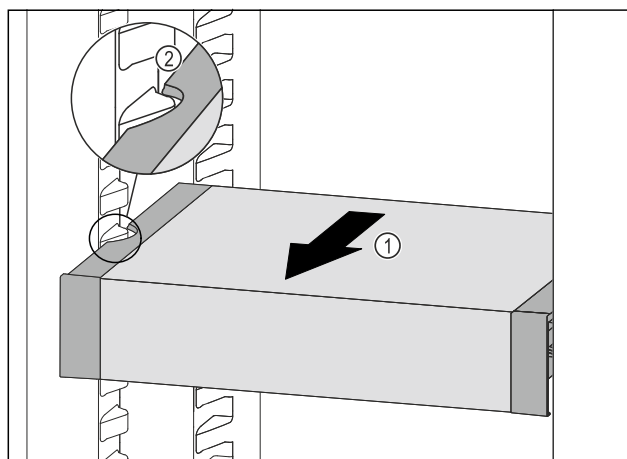

Fig. 96
- ▶ Trekk VarioSafe forover Fig. 96 (1), til utsparingene på sidene av VarioSafe er på nivå med rillene i kjøleskapet. Fig. 96 (2)